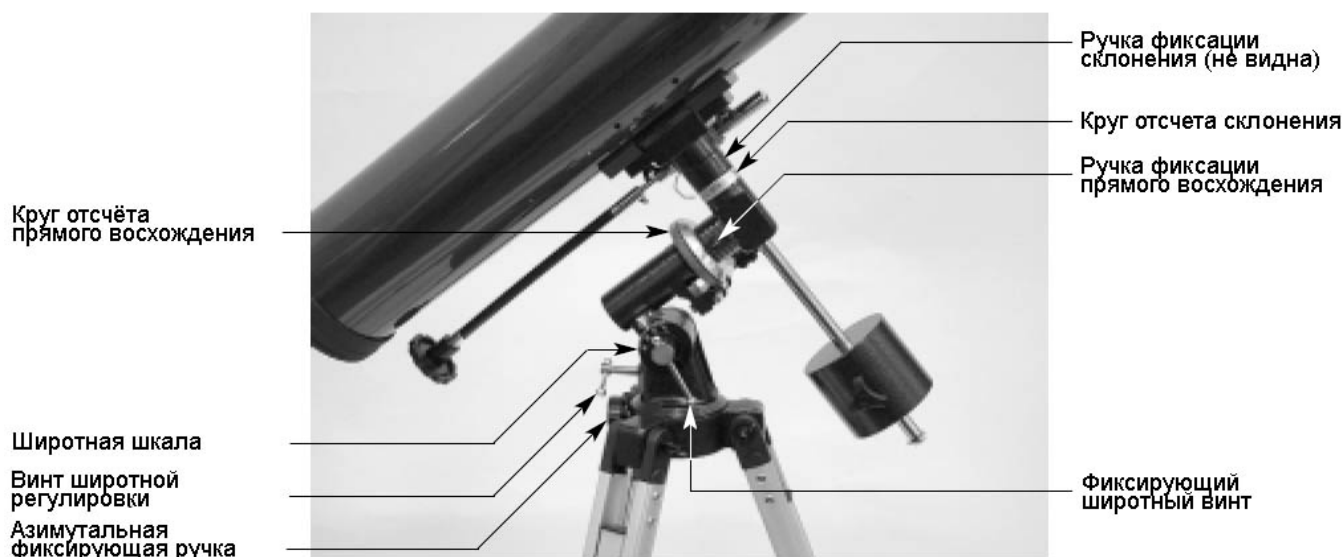

Рисунок 2. Экваториальный штатив телескопа SpaceProbe 3 EQ.
5. Ориентируйте штатив, как показано на рис.2, на широту примерно 40° , т.е. так, чтобы указатель рядом с широтной шкалой указывал на значение 40. Для этого ослабьте фиксирующий винт и вращайте регулировочный широтный винт, пока указатель не достигнет нужного значения, после чего снова затяните фиксирующий винт. Может понадобиться корректировка положения по осям склонения и прямого восхождения. Для этого необходимо ослабить соответствующие фиксирующие винты. После установки и ориентирования телескопа снова затяните фиксирующие винты.
Смотря на ночное небо, Вы, несомненно, заметили, что звезды, кажется, медленно движутся с востока на запад. Это видимое движение вызвано вращением Земли (с запада на восток). Экваториальный штатив (рис.2) компенсирует это движение, позволяя легко "отследить" движение астрономических объектов, не давая им уходить из поля зрения телескопа во время наблюдений.